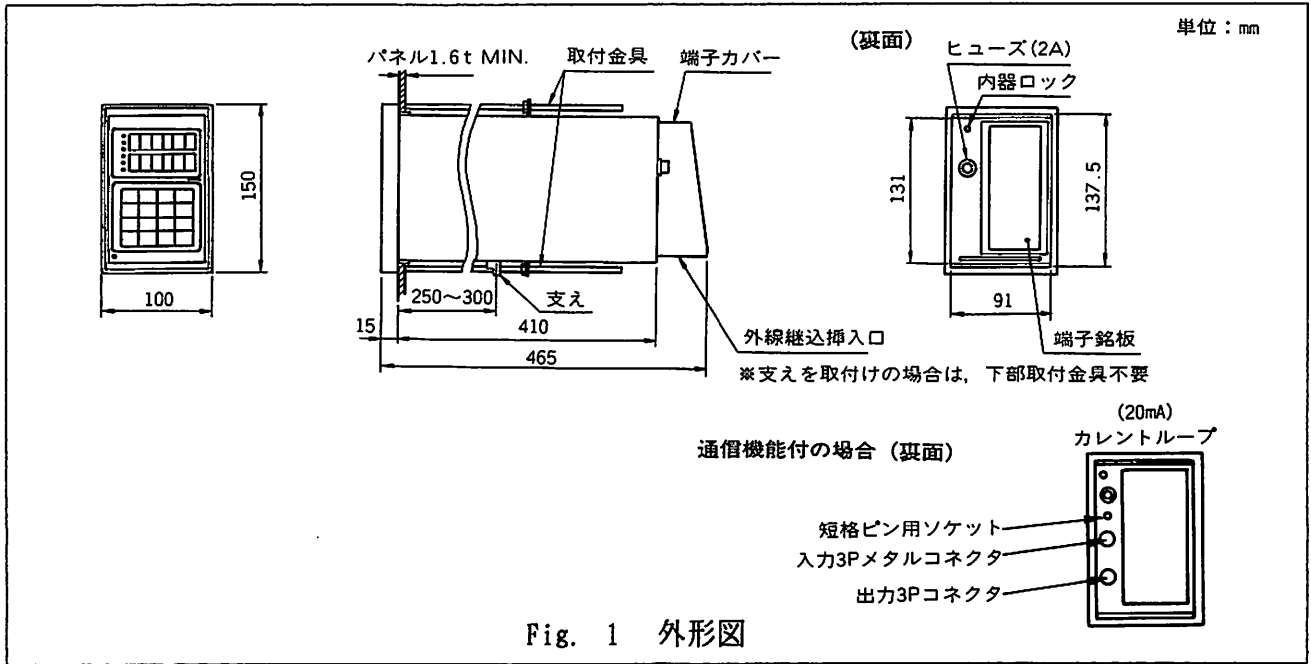

Fig. 1 外形図
2. 付属の外筐取付け金具を外筐上下面の穴に掛け、前後左右の水平を確認した後、外筐取付け金具でパネルに固定してください。(Fig. 1)